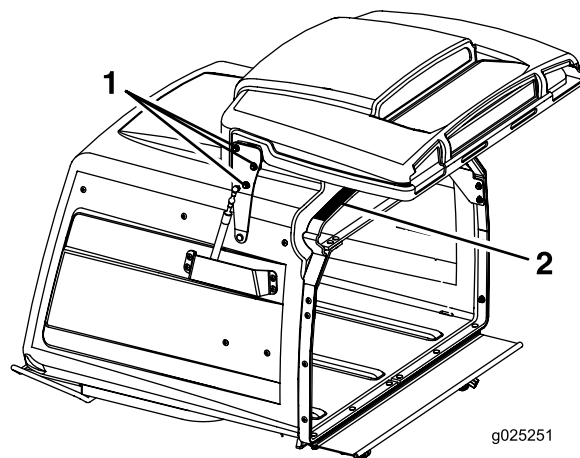

Figura 62
3. Afloje las seis tuercas de las bisagras de la puerta (Figura 62).
4. Abra la puerta y coloque una tira de goma de 9.5 mm ($\frac{3}{8}$ ") o una manguera de 9.5 mm ($\frac{3}{8}$ ") de diámetro entre la tolva y la puerta de la tolva (Figura 62).